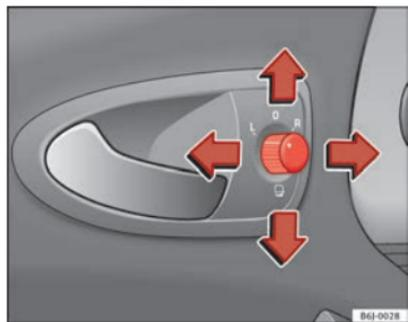

Fig. 67 Commande des rétroviseurs extérieurs
1. Tournez le bouton rotatif ⇒ fig. 67 en position **L** (rétroviseur extérieur gauche).
- Tournez le bouton rotatif ⇒ fig. 67 en position  pour rabattre les rétroviseurs extérieurs. Pour éviter tout dégât, il est conseillé de toujours rabattre les rétroviseurs extérieurs lorsque vous passez dans une installation de lavage automatique.